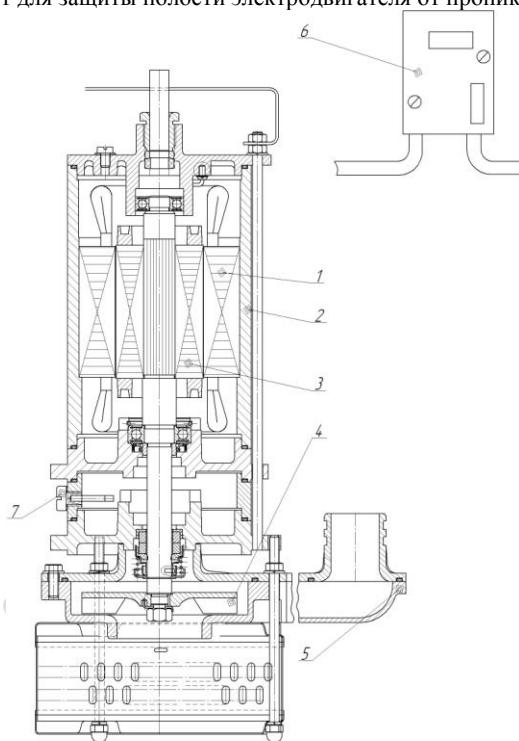

Рис. 1
4. УСТРОЙСТВО И ПРИНЦИП РАБОТЫ (Рис.1)
Примечание. Автоматический выключатель типа ВА 101-3, либо аналогичных приобретается отдельно (Рис.1 поз.6).
СТАТОР (рис. 1, поз.1) – прессованный активный пакет железа, заключенный в гильзу (поз.2).
6.3. Проверить уровень масла. Для этого необходимо окрутить пробку с щупом (рис.1 поз.7) и убедиться, что уровень масла находится не ниже риски.